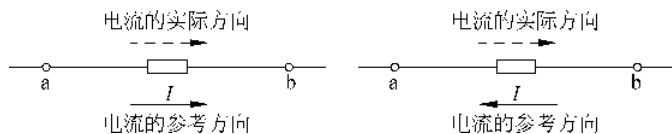

图 1-3 电流的参考方向与实际方向的关系
(1) 电流的实际方向: 正电荷运动的方向。
(2) 电流的参考方向: 电路分析计算时,人为规定的电流方向。可用带箭头的直线表示,如图 1-3 所示;也可用双下标表示,如 i_{ab} 表示电流的参考方向由 a 指向 b。
(3) 实际方向与参考方向的关系: 根据参考方向分析计算电流时, 若所得结果为正 ($I>0$), 说明电流的实际方向与参考方向相同; 若所得结果为负 ($I<0$), 说明电流的实际方向与参考方向相反。